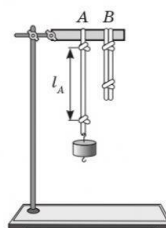

Рис. 2
- Підвісьте до шнура А тягарець масою 100 г (рис. 2). Виміряйте відстань l_A між вузликами — довжину деформованого шнура А.